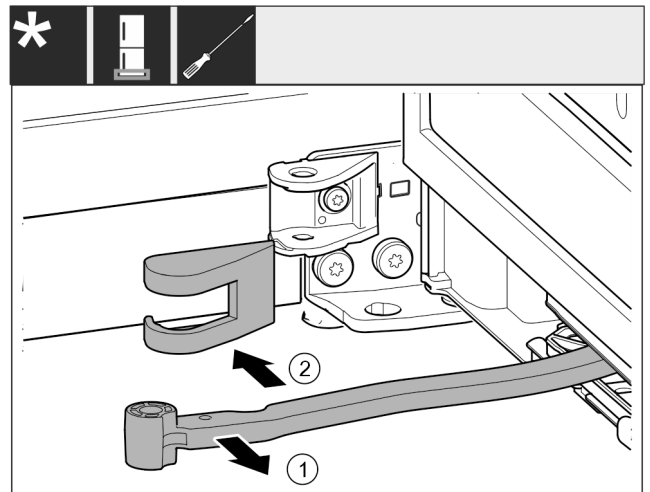

Fig. 17
- ▶ Gelenk Fig. 17 (1) in Richtung Tür drehen.
- ▶ Lagerbockabdeckung Fig. 17 (2) entfernen.